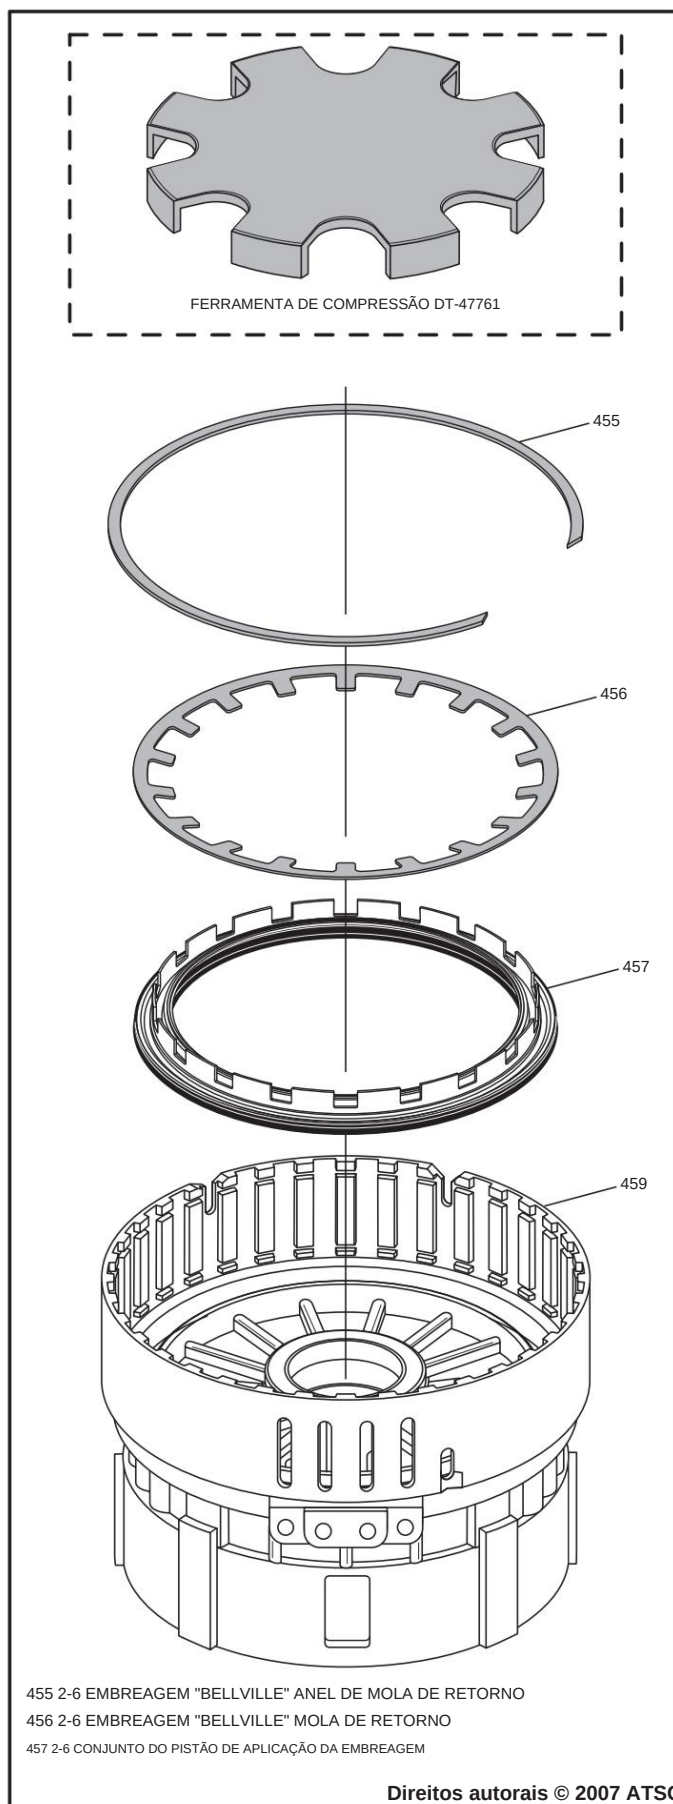

Figura 108
5. Coloque o suporte central sobre uma superfície de trabalho plana com a parte frontal voltada para cima (veja a Figura 108).
6. Lubrifique as superfícies de vedação de uma nova embreagem 2-6 pistão e instale-o no suporte central, conforme mostrado na Figura 108.
7. Instale a mola de retorno "bellville" do pistão da embreagem 2-6 no pistão com as abas voltadas para baixo, conforme mostrado na Figura 108, e que as abas se encaixem entre os suportes do pistão.
8. Utilizando a ferramenta de compressão DT-47761 mostrada na Figura 108, comprima a mola de retorno e instale o anel elástico.